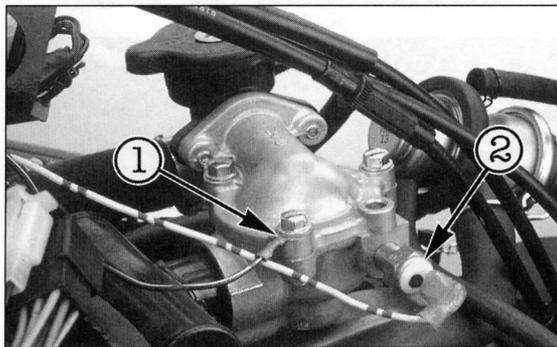

Bild 26
- Befestigungsschraube ① Bild 26 am Thermostatgehäuse lösen, um Massekabel des Thermofühlers abzunehmen und Stecker ② vom Thermofühler abziehen. Schlauchschelle des Kühlerschlauchs ③ lösen, Schlauch vom Einfüll-